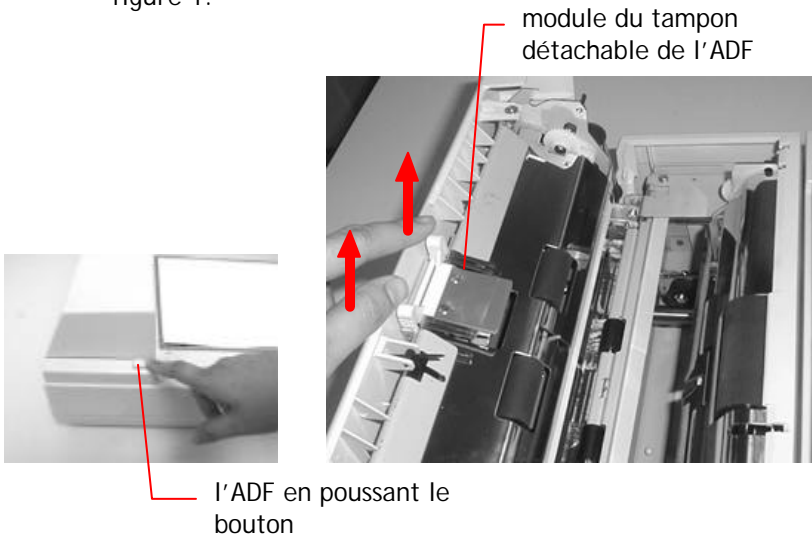

Figure 1 Retirer le module
2. Retirez le module du tampon détachable de l'ADF en tirant sur la partie supérieure du crochet du tampon selon la figure 1.